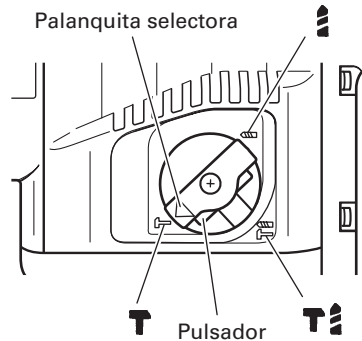

Fig. 10
Este martillo giratorio podrá ajustarse al modo de percusión solamente presionando el pulsador y girando la palanca de cambio hasta la marca **T**. (Fig. 10)
- (3) Gire la palanca de cambio hasta la marca **T**. (Fig. 10)